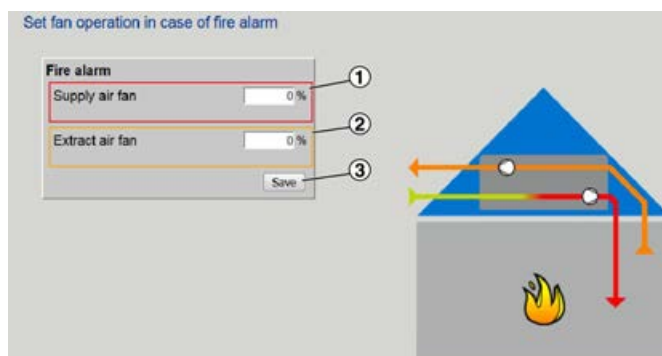

Fig. 46: Poner en marcha los ventiladores en caso de incendio
- ▶ Introduzca un valor para el ventilador de impulsión de aire (Fig. 46 /1).
- ▶ Introduzca un valor para el ventilador de retorno (Fig. 46 /2).
- ▶ Haga clic en «Guardar» (Fig. 46 /3).